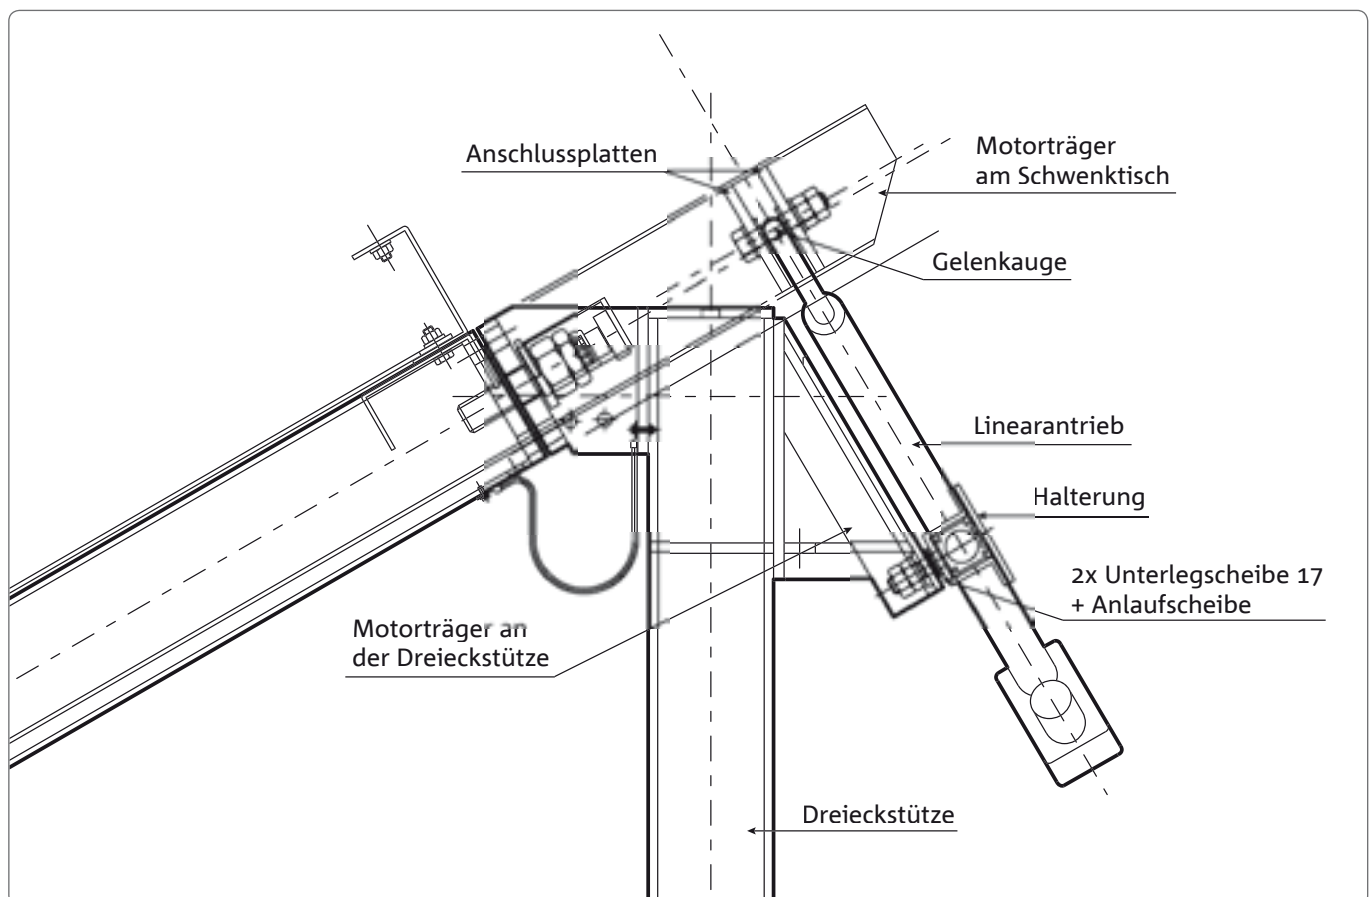
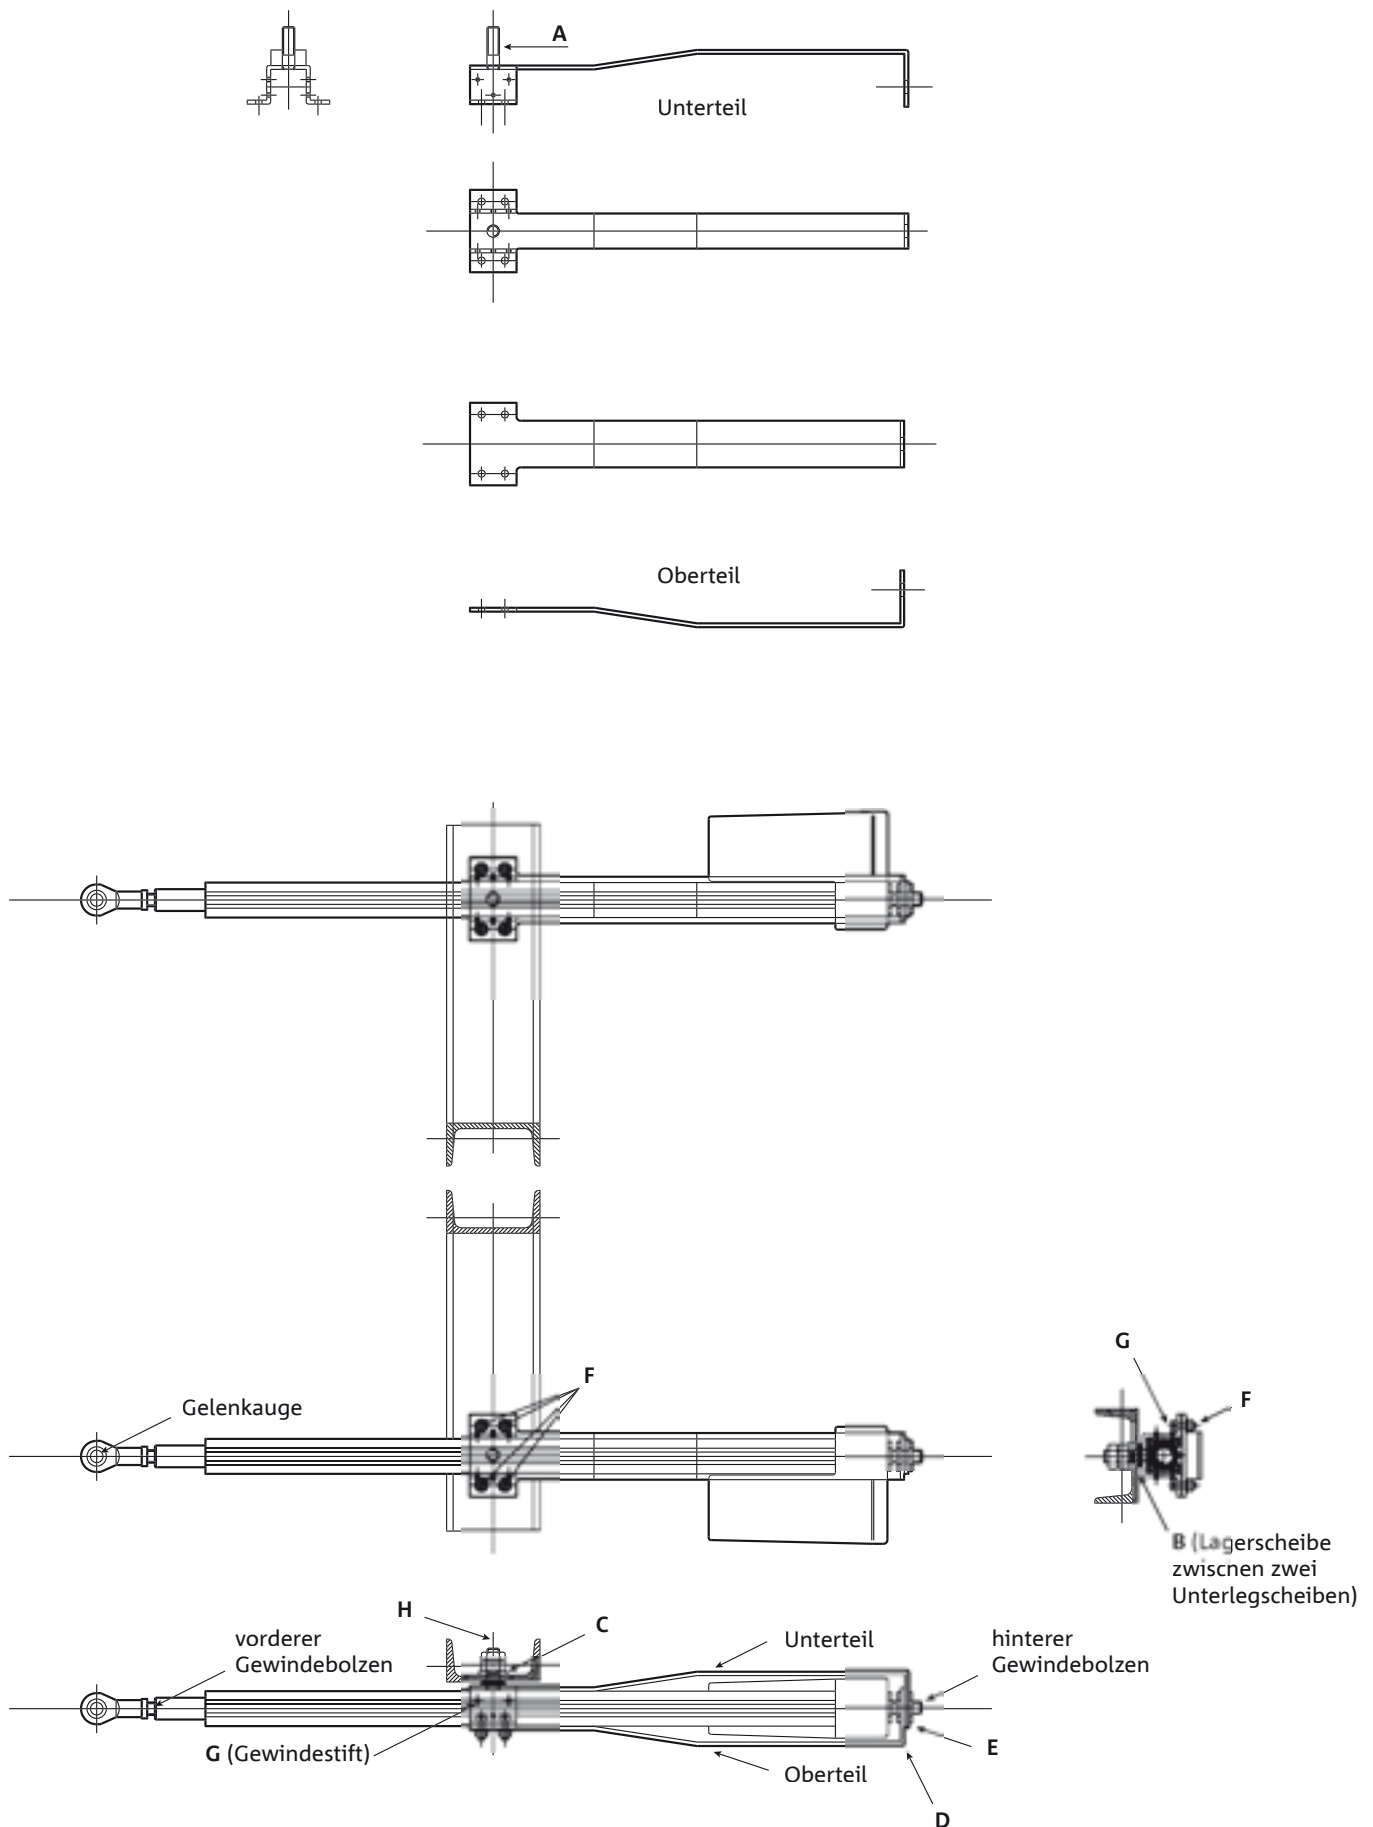

Abb. 1.10: Befestigung des Linearantriebes
Abb. 1.11: Motorhalterung und deren Befestigung am Motorträger
1. Über den Bolzen (A) am Unterteil der Motorhalterung werden zwei Unterlegscheiben d:17 geschoben. Zwischen den Unterlegscheiben liegt eine Anlaufscheibe (Polymerlager). (siehe Abb. 1.11 Punkt A)
2. Der Bolzen (A) wird durch die vorgesehene Öffnung am Motorträger der Dreieckstütze geführt, so dass das Lager (B) zwischen Träger und Halterung liegt. (siehe Abb. 1.10 und Abb. 1.11 Punkt B)
3. Anschließend wird über den Gewindebolzen (A) der Motorhalterung eine Unterlegscheibe geführt und eine Mutter M16 aufgeschraubt. Die Mutter darf nur so weit angezogen werden bis die Halterung plan am Motorträger anliegt. Auf keinen Fall fest anziehen, da eine Drehbewegung mit geringer Reibung realisiert werden muss. Anschließend wird eine Kontermutter zur Fixierung aufgeschraubt. (siehe Abb. 1.11 Punkt C)
4. Auf den hinten am Linearantrieb liegenden Gewindebolzen wird eine Mutter M16x1,5 bis über die Mitte aufgeschraubt und anschließend das Oberteil der Stützklammer aufgesteckt. (siehe Abb. 1.11 Punkt D)
5. Auf den vorderen Gewindebolzen wird eine Mutter M16x1,5 ganz aufgeschraubt. Anschließend wird das Gelenkauge (siehe Abb. 1.11) aufgeschraubt und mittels der zuvor aufgeschraubten Mutter M16x1,5 gekontert.
6. Der Linearantrieb wird nun samt Oberteil in die an der Dreieckstütze im Vorfeld montierte Halterung (Unterteil) gelegt und nach hinten durchgeschoben, so dass Ober- und Unterteil auf dem hinteren Gewindebolzen des Linearantriebes liegen. (siehe Abb. 1.10 Punkt E)
8. Ist diese Position durch Verstellen der schon aufgeschraubten Mutter M16x1,5 erreicht, muss die Halterung mit einer weiteren Mutter M16x1,5 gesichert werden. (siehe Abb. 1.11 Punkt E)
9. Ober- und Unterteil werden nun am Lagerpunkt (siehe Abb. 1.11 Punkt F) mittels vier Schrauben M8x25 und den dazugehörigen Muttern verschraubt.
10. Anschließend wird der Linearantrieb mittels sechs Gewindestiften M5 zusätzlich gegen ein Verschieben gesichert. (siehe Abb. 1.11 Punkt G)
Hinweis: Bei nach Süden ausgerichtetem Schwenktisch beträgt der Abstand zwischen Mitte Gelenkauge und Mitte Lagerpunkt (siehe Abb. 1.11 Punkt H) ca. 770mm. Kleine Abweichungen können über die Muttern M16x1,5 auf dem hinteren Gewindebolzen des Linearantriebes und über die Position des Gelenkauges auf dem vorderen Gewindebolzen ausgeglichen werden.
13. Es wird eine Unterlegscheibe d:17 über den Bolzen M16x90 geführt. Anschließend wird der Bolzen zunächst durch das Loch der ersten Anschlussplatte (siehe Abb. 1.10), dann durch das Gelenkauge und abschließend durch das Durchgangsloch der zweiten Anschlussplatte geführt. Nun wird eine zweite Unterlegscheibe auf den Bolzen gesteckt und eine Mutter M16 aufgeschraubt. Sollte ein Spalt zwischen Anschlussplatten und Gelenkauge existieren, müssen Unterlegscheiben gleichmäßig über und unter dem Gelenkauge platziert werden, bis kein Spalt mehr vorhanden ist.